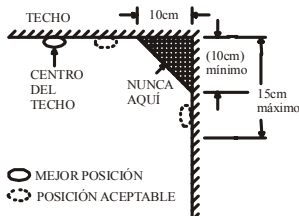

Figura 4: LUGARES RECOMENDADOS PARA LA INSTALACIÓN DE LOS DETECTORES DE HUMOS.
- Instale los detectores de humos tan cerca del centro del techo como sea posible. Si no es posible, instálolo separado más de 10 cm de cualquier pared o rincón, como muestra la Figura 4.
- Si no es posible el montaje en el techo, y sus leyes nacionales y reglamentos locales permiten el montaje en las paredes, ponga los detectores entre 10 y 15 cm apartados del techo, véase también la Figura 4.